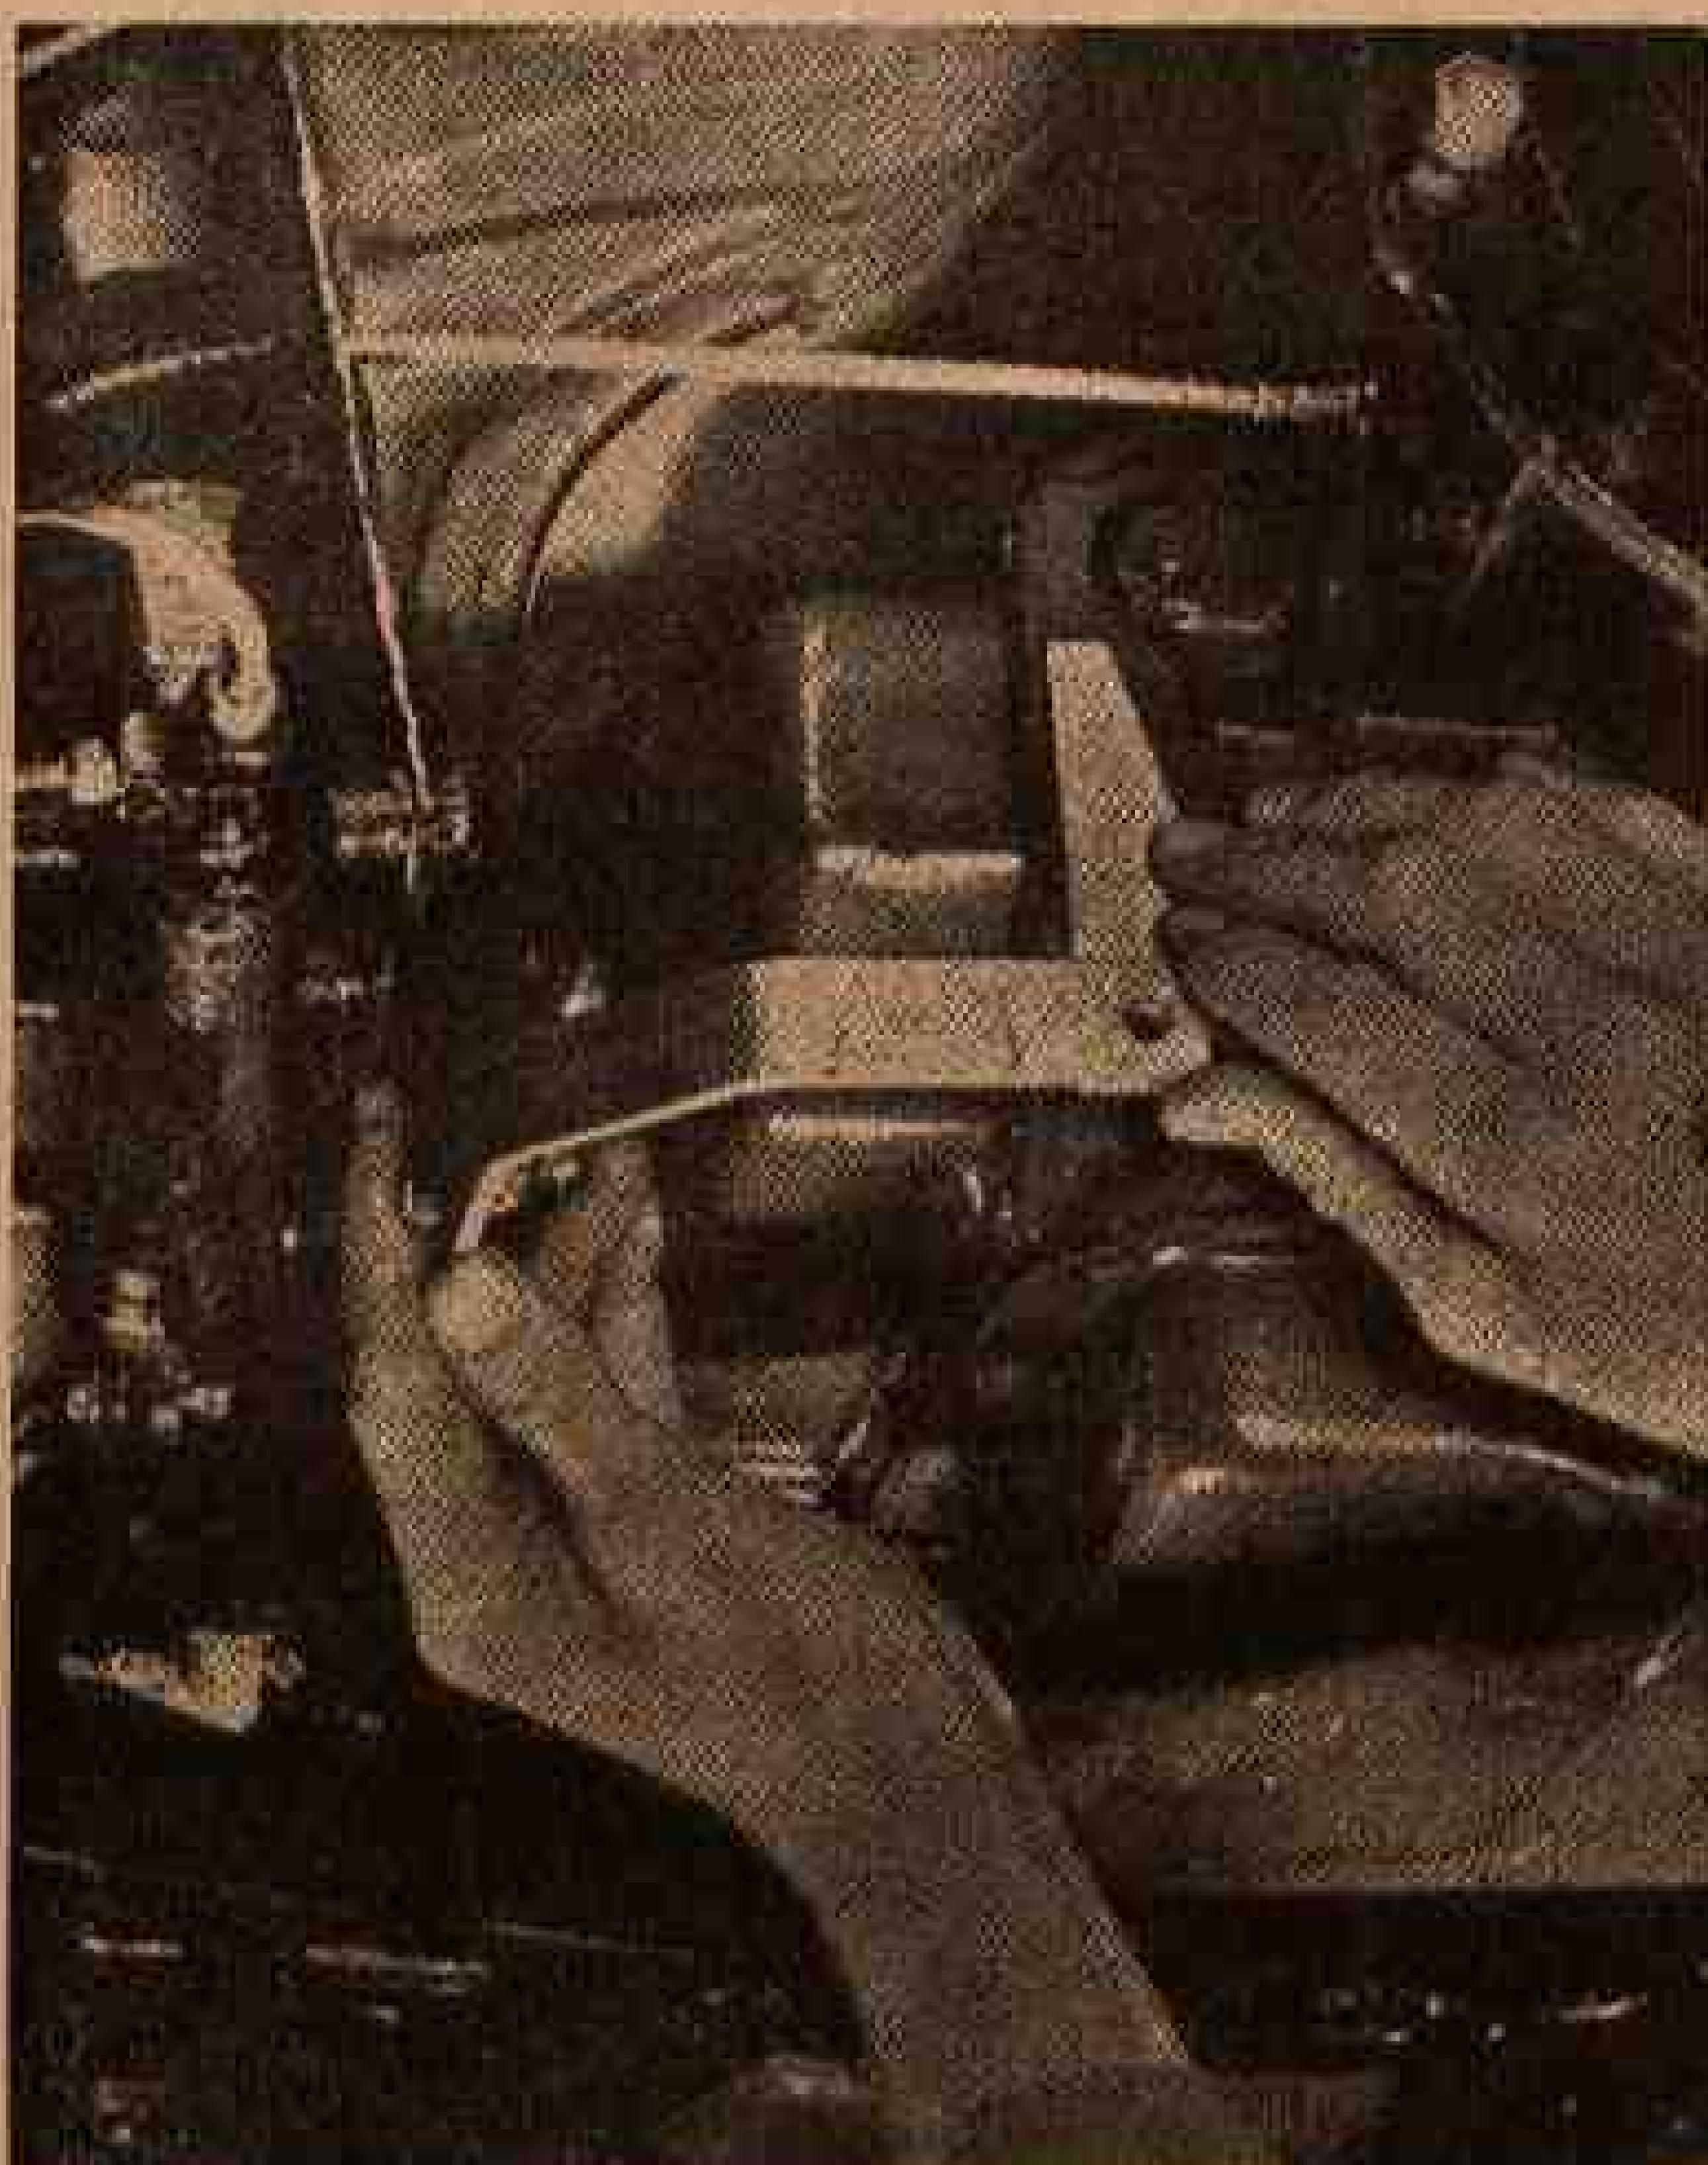

Fig. 328 — Verificando a posição da alavanca externa do estrangulador.
a) Limpa-se a superfície lisa da caixa de transmissão e aplica-se o calibrador J-2545 de alavanca do estrangulador contra a superfície, com sua ponta contra a coberta lateral da transmissão (fig. 328);